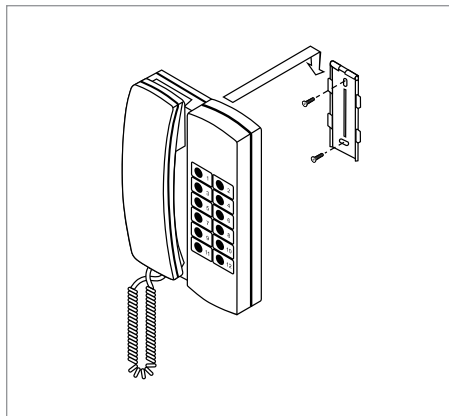

Рисунок 6. Установка вызывной панели базового блока «Рупор-ДБ»
2. Двумя саморезами из комплекта поставки закрепите кронштейн на деревянной или гипсокартонной поверхности (см. Рисунок 6).